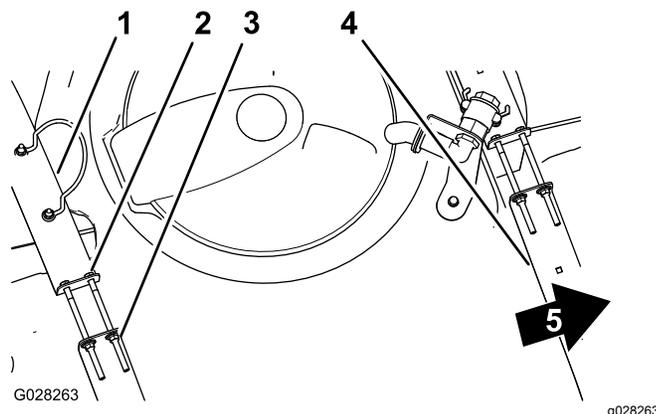

Figura 26
2. Verifique se há algum movimento entre as correias do depósito e o depósito (Figura 26).
3. Se as correias do depósito estiverem largas, aperte os parafusos e as porcas de bloqueio na parte superior das correias até estas ficarem justas à superfície do depósito (Figura 26).